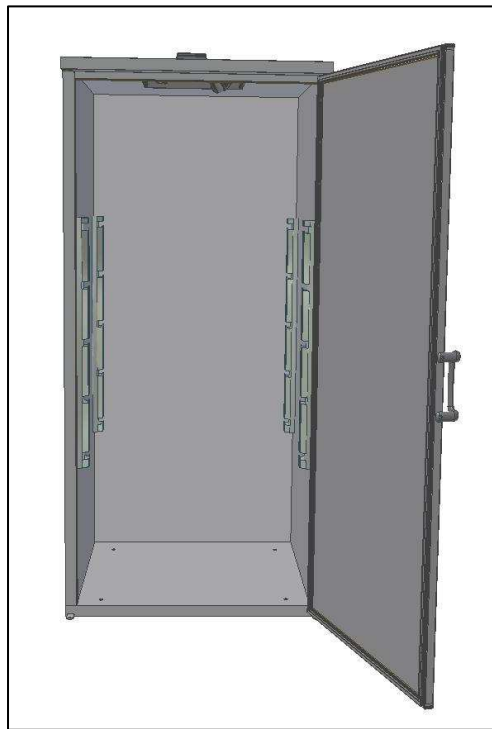

Fig. 13
- Colocar **los montantes** en los laterales, derecho y izquierdo, en el interior del armario (Fig. 13);